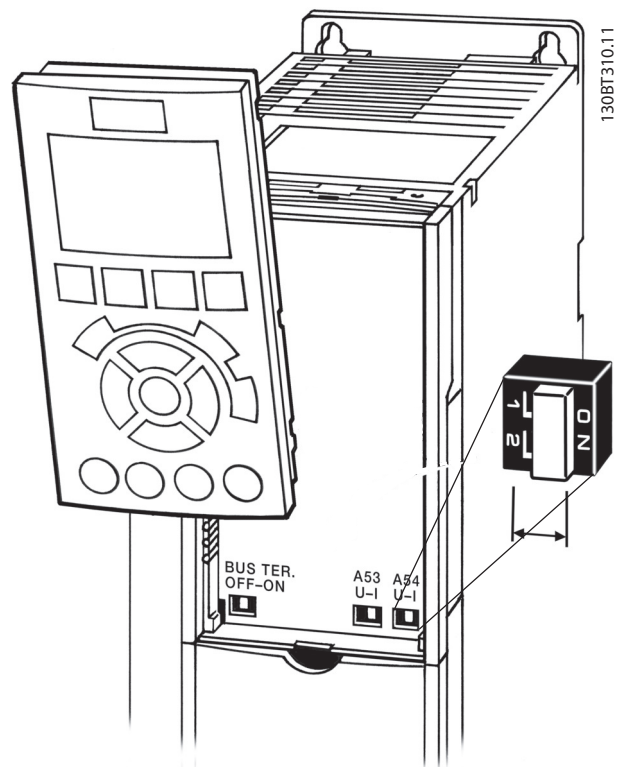

Abbildung 3.62 Lage der Klemmschalter 53 und 54 und Busabschlusschalter
- Sie erreichen die Schalter, indem Sie das LCP abnehmen (siehe *Abbildung 3.62*).